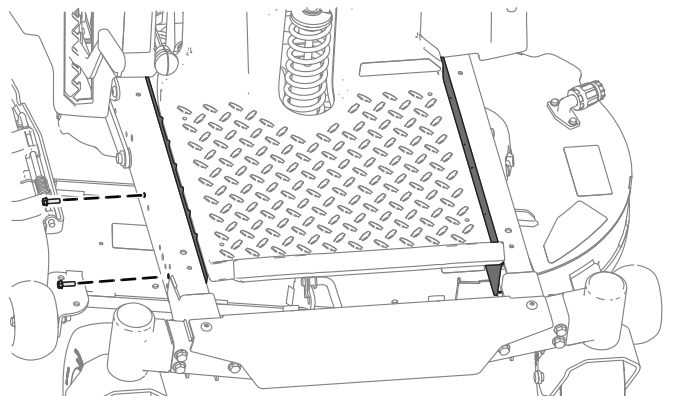

Figura 3
2. Îndepărtați apărătoarele de pe ambele părți ale cadrului (Figura 3).